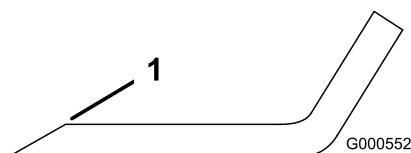
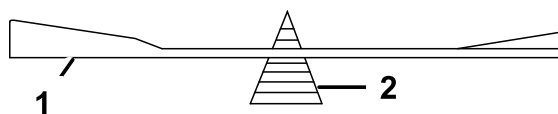

Figure 50
Figure 51
1. Au moyen d'une lime, aiguisez les tranchants aux deux extrémités de la lame (Figure 50). Veillez à conserver l'angle de coupe d'origine. Limez la même quantité de métal sur chacun des deux tranchants pour ne pas déséquilibrer la lame.
2. Vérifiez l'équilibre de la lame en la plaçant sur un équilibreur (Figure 51). Si la lame reste horizontale, elle est équilibrée et peut être utilisée. Si la lame est déséquilibrée, limez un peu l'extrémité de la partie relevée seulement (Figure 50). Répétez la procédure jusqu'à ce que la lame soit équilibrée.